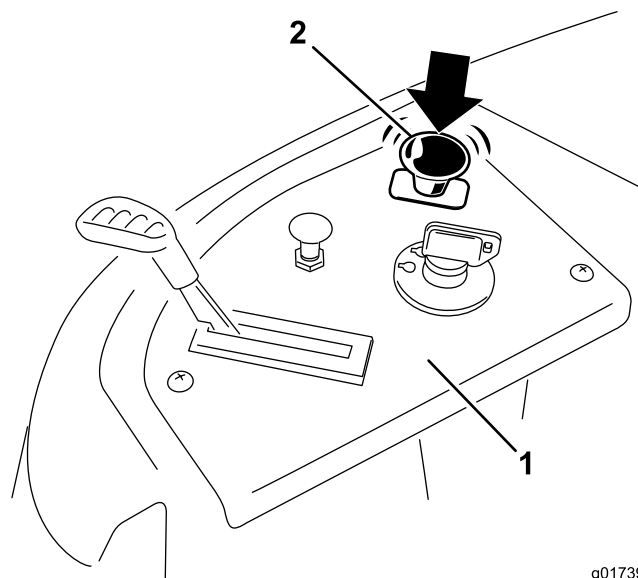

Figure 15
Appuyez sur la commande des lames pour la placer en position désengagée et désengager les lames (Figure 15).
1. Désengagez les lames en plaçant la commande des lames en position Désengagée (Figure 15).